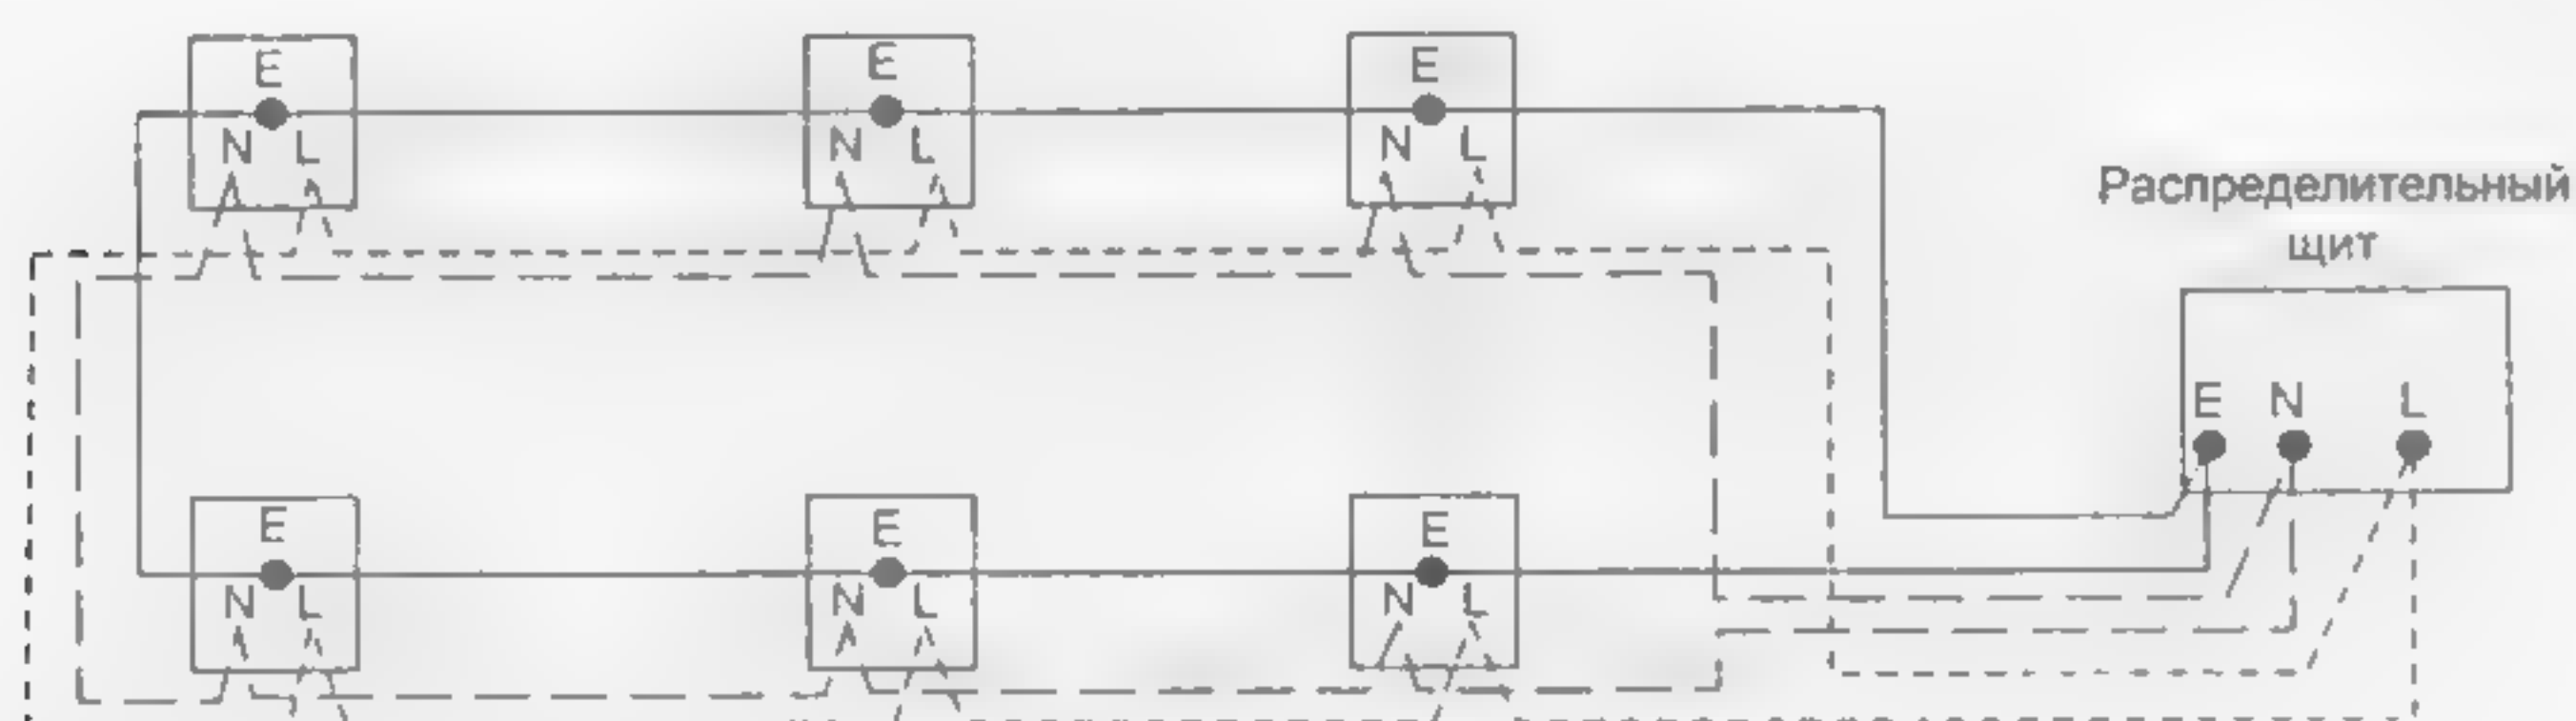

Рис. 12.3 30-амперная кольцевая магистраль силовых розеток (Великобритания)
- **Кольцевая, силовые цепи**, оснащены электрическим кабелем, имеющим площадь поперечного сечения провода  $2.5 \text{ мм}^2$ , и плавким предохранителем в цепи на 30 А. Они питают 13 сетевых розеток, рассчитанных на 3 кВт (3000 Вт) (рис. 12.3). Каждая кольцевая магистраль может обслуживать 100 квадратных метров, т.е. типовой двухэтажный дом должен иметь две кольцевые магистрали, по одной для каждого этажа.